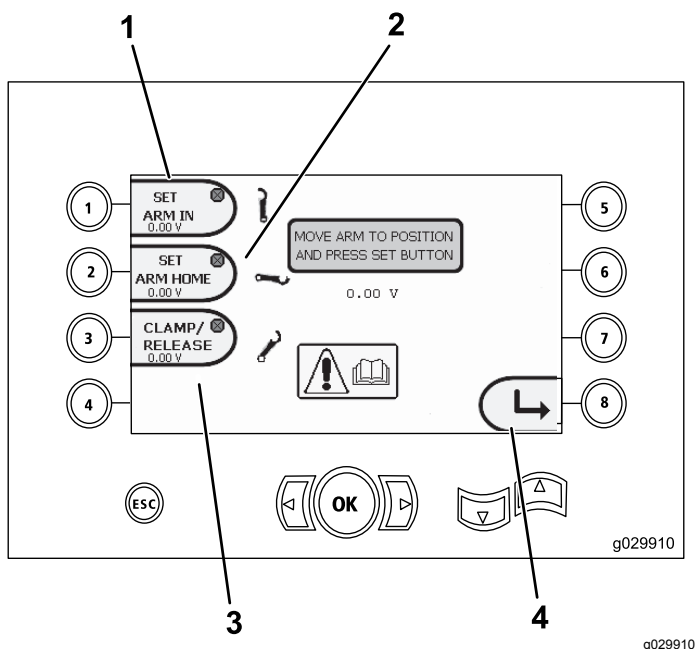

Figura 19
- Botão 1 – Configurar posição Recolhida (Figura 19)
- Botão 2 – Configurar posição Estendida (Figura 19)
Botão 3 – Prendimento/Liberação (Figura 19)